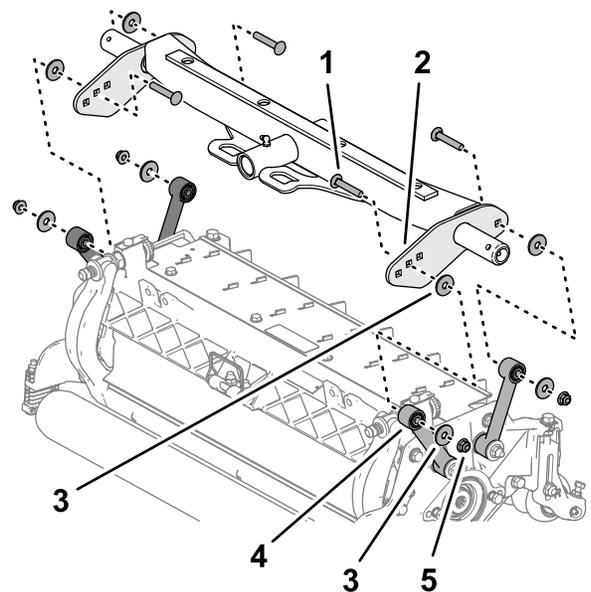

图 18
2. 对齐承载板和连杆之间的垫圈图 18 并使用托架螺栓 $\frac{3}{8}$  x  $2\frac{1}{4}$  英寸、垫圈和凸缘锁紧螺母 $\frac{3}{8}$  英寸松动地组装板和隔片。